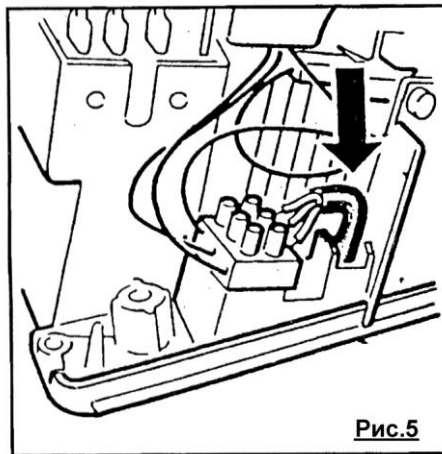

Рис.5
5. Протяните электрический кабель через предназначенное для него отверстие. Закрепите оборудование на четырех крепежных винтах и присоедините электропровода к соответствующим клеммам (провод заземления имеет желто-зеленую изоляцию) (рис.5).